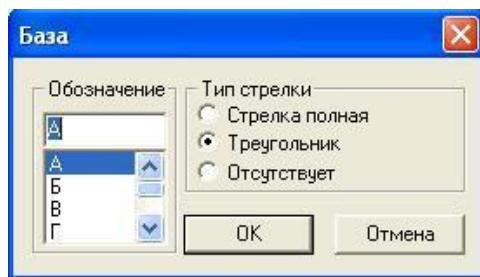

Рисунок 14. Меню "База"
2. Появится меню "База" (рис. 14). Выбираем обозначение базы, тип стрелки нажимаем кнопку **Ok** меню "База".